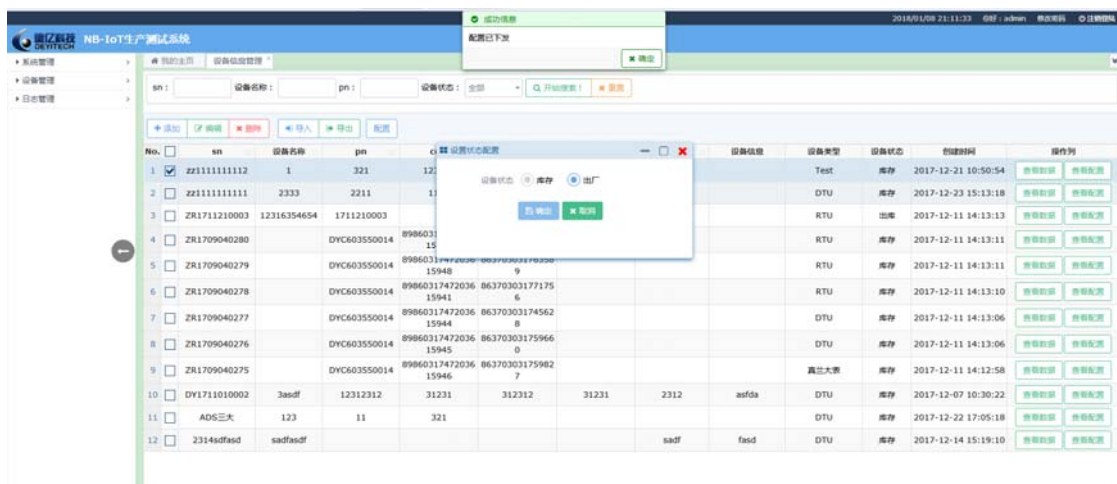

图 1-11 设备配置
(3) 设备配置。操作步骤为：首先选定 sn 为“zz1111111112”的设备，选定好设备后单击页面主体上方的【配置】，将其原有库存状态改为出厂状态，单击【确定】出现内容为配置已经下发的提示框，如图 1-11 所示。